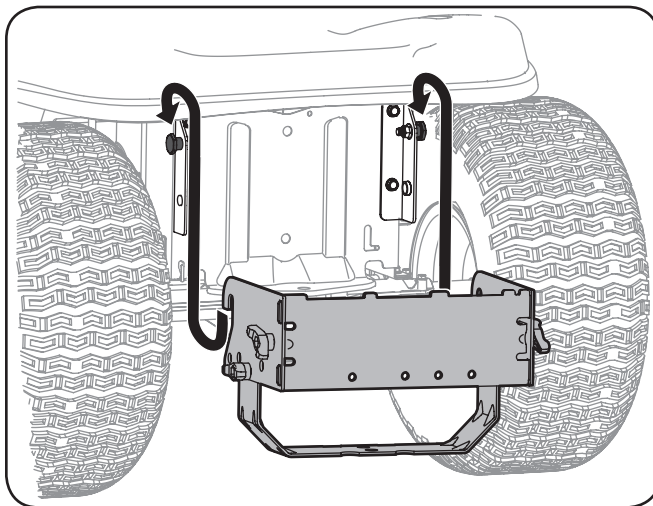

Figura 4-7
1. Coloque los extremos con gancho de la unidad de montaje sobre los pernos con reborde, como en la Figura 4-7, sobre los soportes de montaje instalados previamente en el tractor y alinee el orificio central del soporte de enganche con el orificio del enganche del tractor.